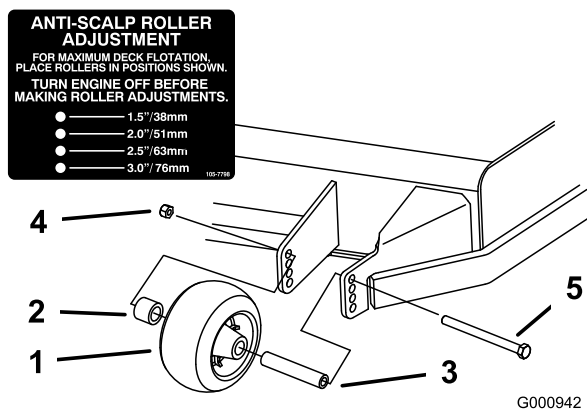
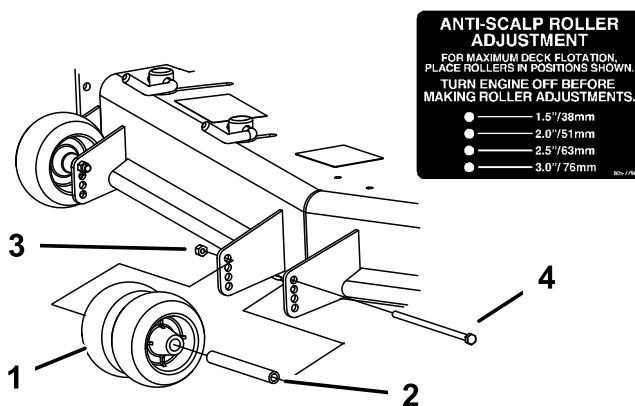
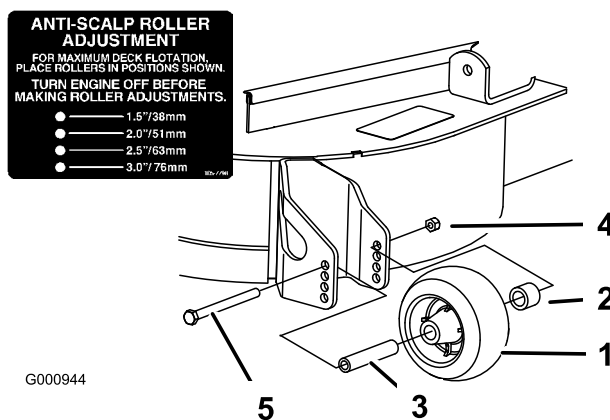

Figure 19
Figure 20
Figure 21
3. Après avoir réglé la hauteur de coupe, réglez les galets en retirant l'écrou à collerette, la bague, l'entretoise et le boulon (Figure 19, Figure 20 et Figure 21).
Remarque: Les deux galets centraux ne sont pas munis d'entretoise (Figure 20).
5. Posez l'écrou à embase, la bague, l'entretoise et le boulon. Serrez à 54–61 Nm (40–45 pi-lb) (Figure 19, Figure 20 et Figure 21).